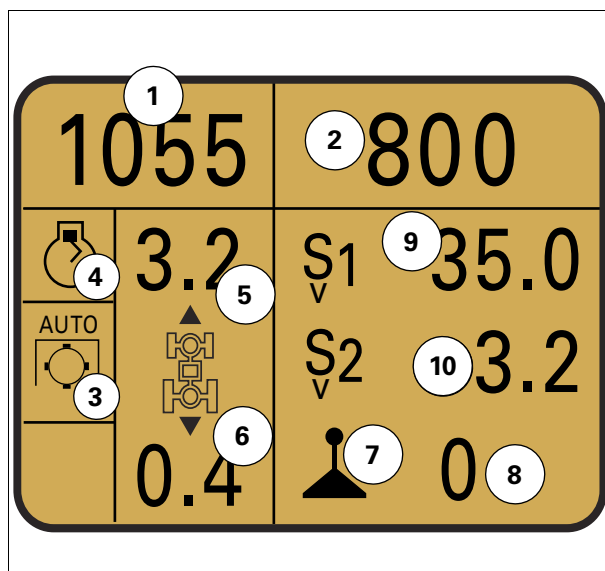

Рис. 9.
- (8) Топливомер для дополнительного бака (мочевина только для двигателей SCR и индикатор зарядки аккумуляторной батареи).
- (9) Контрольный дисплей уровня давления моторного масла и проверки давления в системе пневматических тормозов.
- (10) Топливомер для дополнительного бака (дизель).
- (11) Цифровой контрольный дисплей первичных функций, передачи переднего и заднего хода, индикации MOM/частоты вращения двигателя/активированного диапазона передаточных чисел трансмиссии.
- (12) Цифровой контрольный дисплей функций Блок управления ТМС рис. 9.
- (13) Индикатор дальнего света фар.